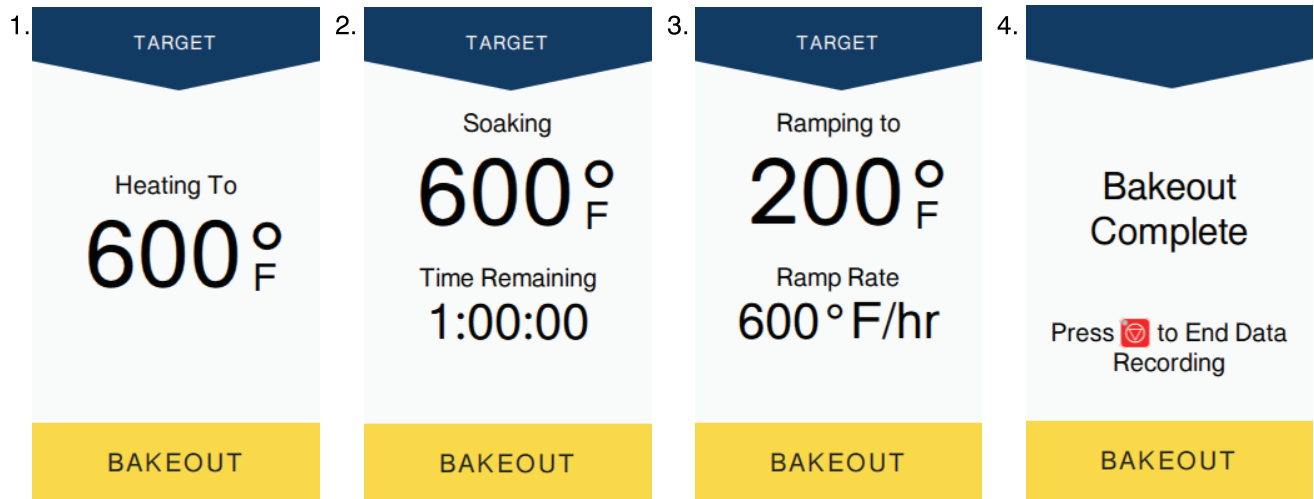
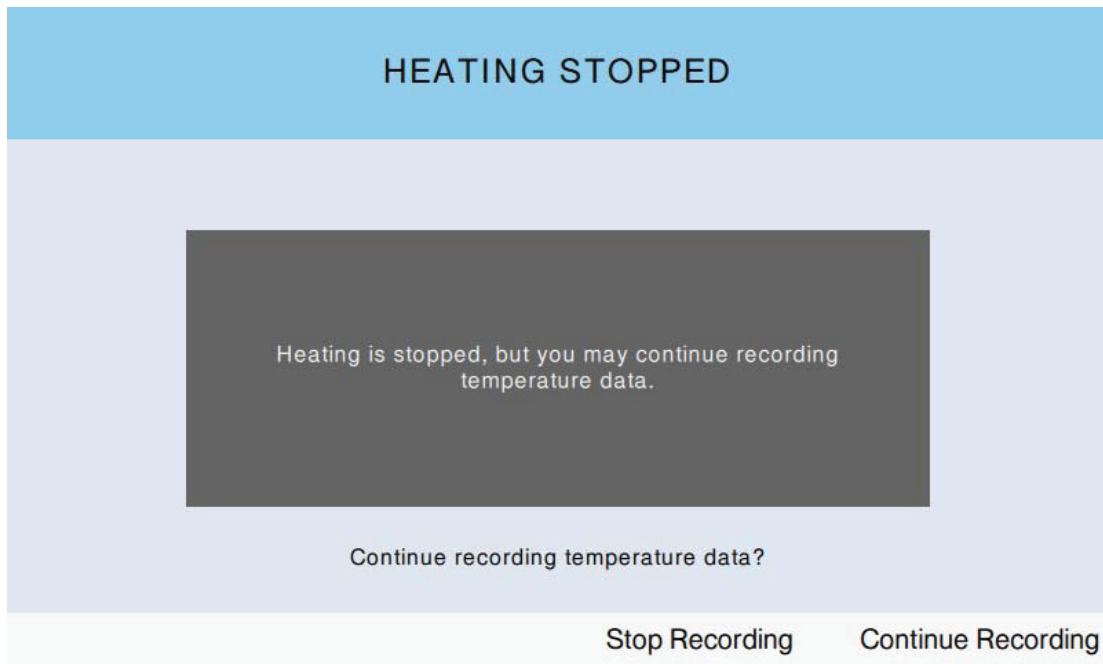

Abbildung 6-9. Ablaufbildschirme Wärmenachbehandlung
Abbildung 6-10. Meldung Aufzeichnung unterbrechen
Schritt 6. Wenn das Gerät abgeschaltet ist (EINSTELLUNGEN wird angezeigt), drücken Sie **[Run]** um den Heizvorgang zu starten. Das Heizgerät regelt auf die Wärmenachbehandlungs-Zieltemperatur hoch, hält sie über die eingestellte Dauer und regelt dann auf die Endtemperatur herunter. Abbildung 6-9 zeigt entsprechende Beispielbildschirme.
Schritt 7. Wenn der Wärmenachbehandlungsablauf beendet ist, erscheint eine Aufforderung zum Drücken von **[Stop]**. Nach dem Drücken von **[Stop]** erscheint eine zweite Meldung mit der Frage, ob die Aufzeichnung angehalten werden soll. Drücken Sie **[Aufzeichnung unterbrechen]**, um die Aufzeichnung zu unterbrechen oder **[Aufzeichnung fortsetzen]** um sie fortzusetzen. Siehe Abbildung 6-10.
Durch Drücken von **[Run] (Start)** regelt das Gerät auf die Wärmenachbehandlungs-Zieltemperatur hoch, hält sie über die eingestellte Dauer und regelt dann auf die Endtemperatur herunter. Siehe Abbildung 6-9 und Abbildung 6-10.